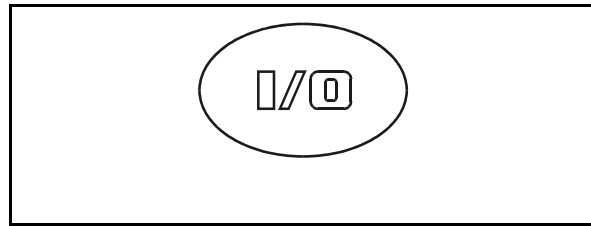

Fig. 6
- Quadratfeld. Ist das Funktionsfeld ein Quadratfeld, ist nur die rechte Funktions-Tastenreihe (6) zur Ansteuerung des Funktionsfeldes aktiv.
- wird das Funktionsfeld oben links über die linke Funktions-Tastenreihe (7) angesteuert bzw. aufgerufen.
- wird das Funktionsfeld unten rechts über die rechte Tastenreihe (6) angesteuert bzw. aufgerufen.
EIN (I) / AUS (O) (Fig. 6). Über diese Taste schalten Sie den **AMATRON⁺** ein- und aus.